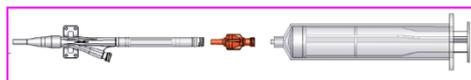

図 1. バルーン陰圧操作
- (1) トレーを滅菌袋から清潔域に取り出したら、IABカテーテルの分岐部の He と書かれたガス用チューブに一方向弁を接続する。(図 1 参照)
- (2) 一方向弁後側に 50mL 空気抜きシリンジを接続し、IABカテーテル内が十分な陰圧状態になるまで引くこと。その後シリンジのみを外し IABカテーテル内の陰圧状態を保持すること。